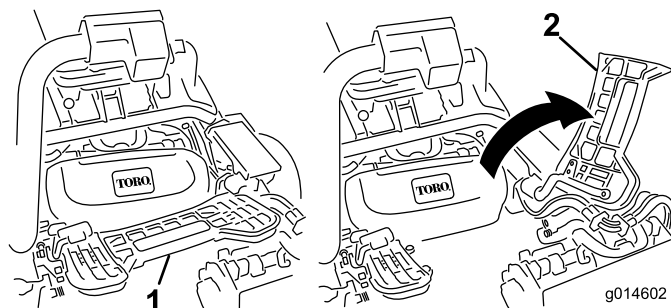

Figura 32
- Sollevate il poggiatesta e ruotatelo fino all'apertura, per consentire l'accesso alla posizione dell'apparato di taglio centrale. (Figura 32)